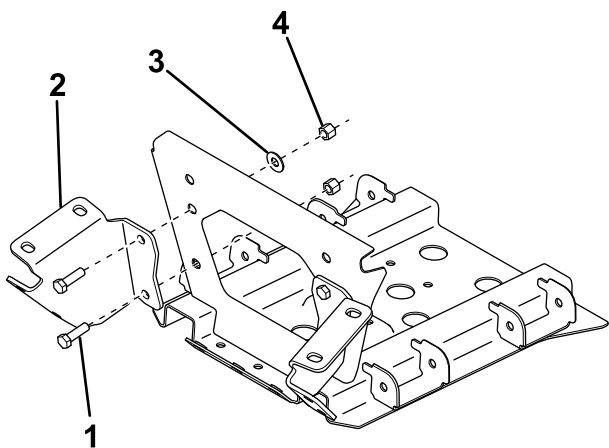

Figura 2
4. Sujete los soportes al bastidor del vehículo con 4 pernos (3/8"), arandelas y contratuercas (Figura 2).